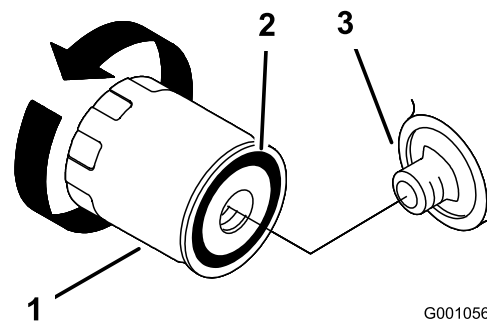

Figure 38
3. Appliquez un mince film d'huile neuve sur le joint en caoutchouc du filtre de rechange (Figure 38).
4. Posez le filtre à huile de rechange sur l'adaptateur. Tournez le filtre dans le sens horaire jusqu'à ce que le joint rejoigne l'adaptateur, puis donnez 1/2 tour supplémentaire (Figure 38).